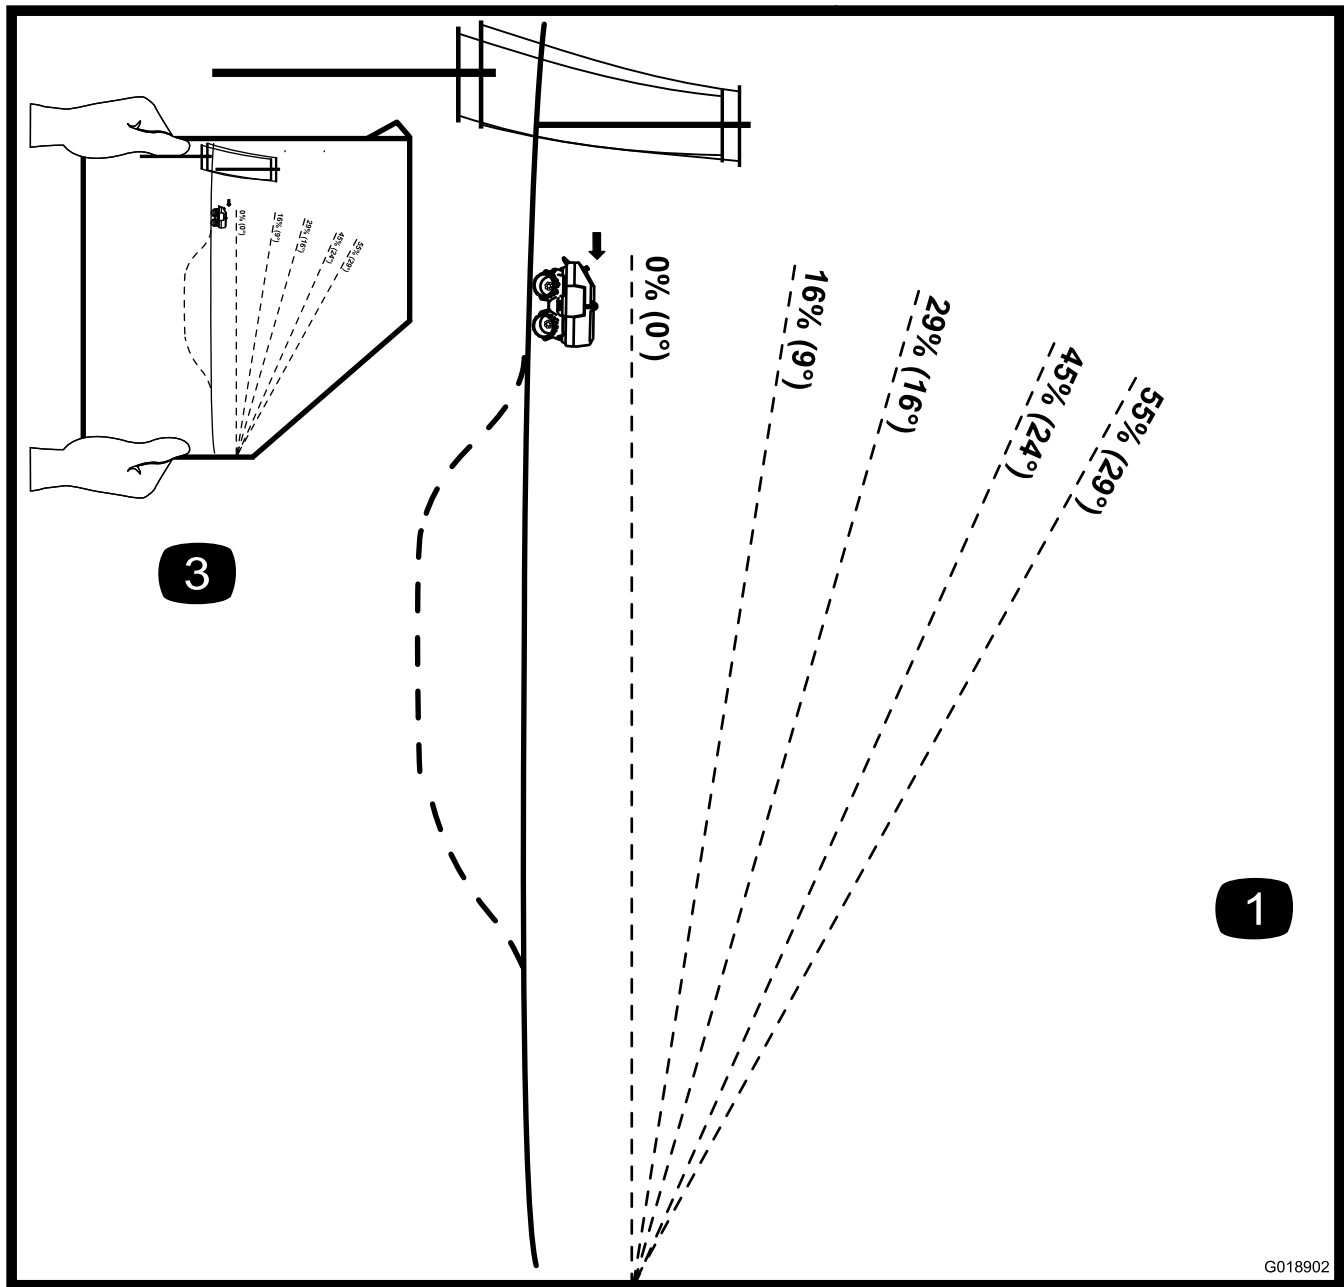

Figura 4
**Nota:** Consulte los límites de inclinación en la Figura 4.